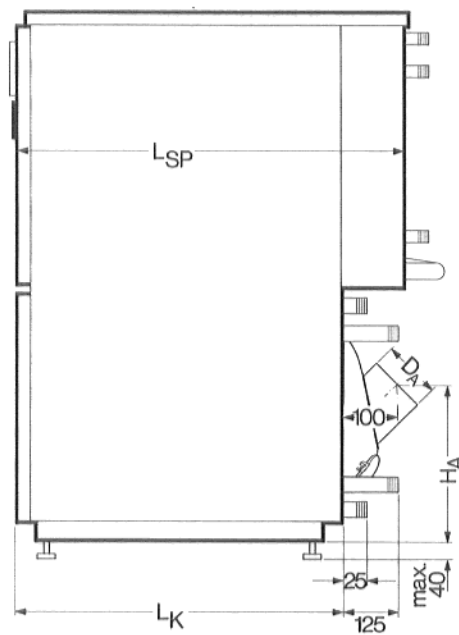

Fig. 2
2. Raccorder la conduite de liaison côté eau aux tubulures du circuit chauffage, raccords voir Fig. 2 et 3 (page 3) et repère autocollant au préparateur.